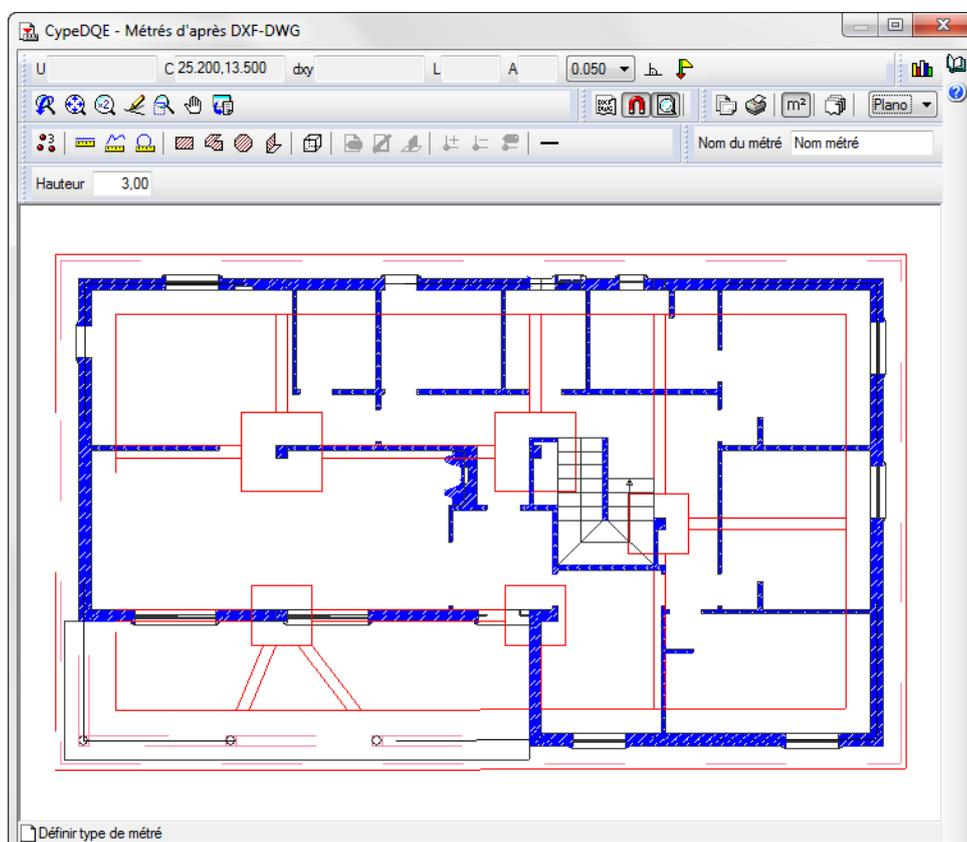

Fig. 19
4. Cliquez sur le bouton 'Accepter' et vous pourrez commencer à faire les métrés sur les fonds de plan Fig. 19.